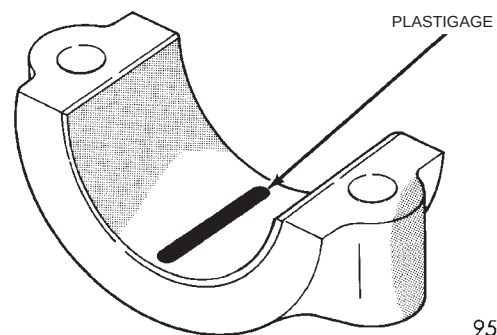

Abb. 1 Plastigage in der unteren Lagerschale
(1) Ölfilm von der zu prüfenden Oberfläche entfernen. Das Plastigage ist in Öl löslich.
(2) Einen Plastigage-Streifen ca. 6,35 mm (1/4 Zoll) von der Mitte versetzt und weg von den Schmierbohrungen über der gesamten Breite der Lagerschale im Deckel auflegen (Abb. 1). (Zusätzlich können auch an anderen Stellen, die geprüft werden sollen, Plastigage-Streifen aufgelegt werden.) Lagerdeckelschrauben des Lagers, das geprüft wird, mit den vorgeschriebenen Anzugsmomenten festziehen.
(1) Kurbelwelle drehen, bis das zu prüfende Pleuellager sich in unterster Stellung befindet.
(2) Ölfilm von der zu prüfenden Oberfläche entfernen. Das Plastigage ist in Öl löslich.
(3) Plastigage über die gesamte Breite der Lagerschale legen. Plastigage ca. 6,35 mm (1/4 Zoll) zur Lagerschalenmitte versetzt auflegen; die Ölbohrung muß freibleiben (Abb. 1). Andere evtl. schadhafte Bereiche können ebenfalls mittels Plastigage geprüft werden.
(4) Pleuellagerdeckel mit aufgelegtem Plastigage montieren. Vorgeschriebene Anzugsmomente beachten. **Kurbelwelle nicht mehr drehen, da sonst das Plastigage verschmiert und das Meßergebnis verfälscht werden kann.**